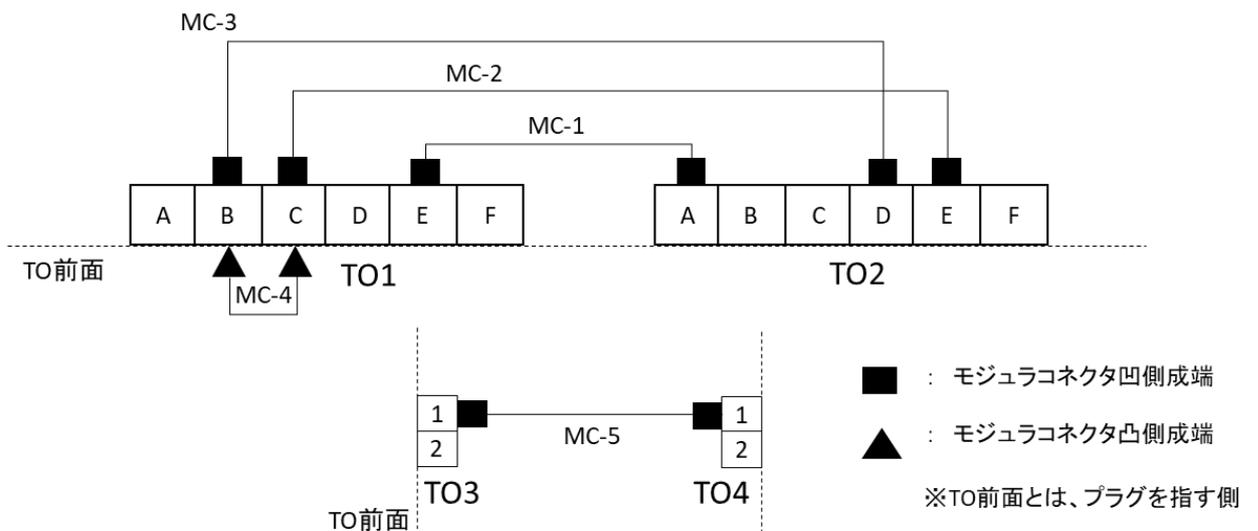

図4 配線図
- ・各 TO の配置・配線は図3、図4に従って行い、試験終了時は図4の接続状態としておくこと。
- ・図3、図4に従い、モジュラコネクタを配置するとともに、空きポートにブランクチップ (No.17)を取り付けて、TO1 及び TO2 (No.13～17) を組み立てる。
- ・パッチコード(MC-4)を作成し、図4に従い接続する。